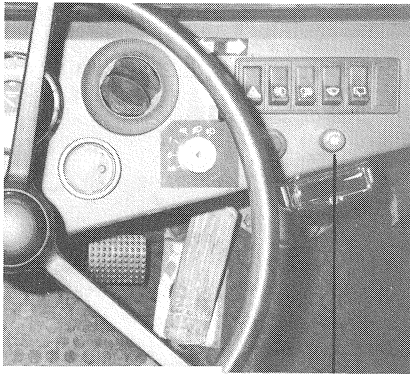

Bild 18
- Gebläse-Drehschalter (Bild 18) je nach gewünschter Luftmenge in Stellung 1, 2 oder 3 schalten.
- ventilator - turn switch, figure 18, turned in pos. 1, 2 or 3 acc. to the requested air volume.
- Tourner le commutateur rotatif (fig. 18) selon la quantité d'air désirée sur position 1, 2 ou 3.